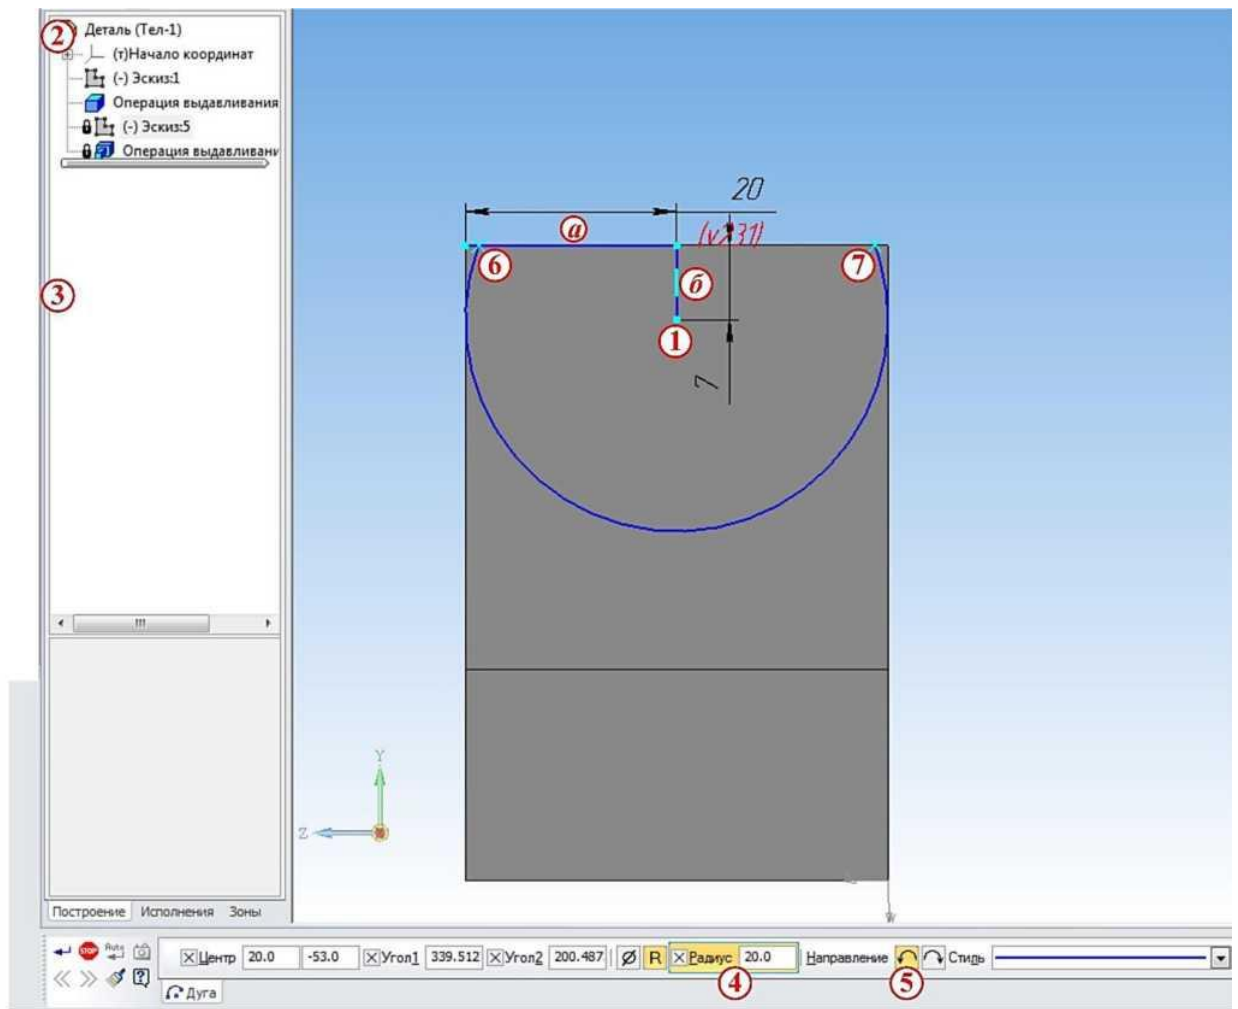

Рисунок 3.
- указателем мыши выбираем центр бобышки **1** и на верхней грани уголка выбираем точки **б** и **7**, рисунок 3;